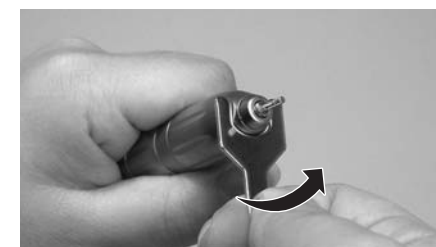

Fig.10
- 1) Montez la clé de cartouche fournie avec la pièce à main sur le plat du nez de la pièce à main. Tournez la clé de cartouche comme l'indique la Fig.10. Une fois qu'elle est desserrée, tournez le nez avec vos doigts et enlevez-le de la pièce à main.